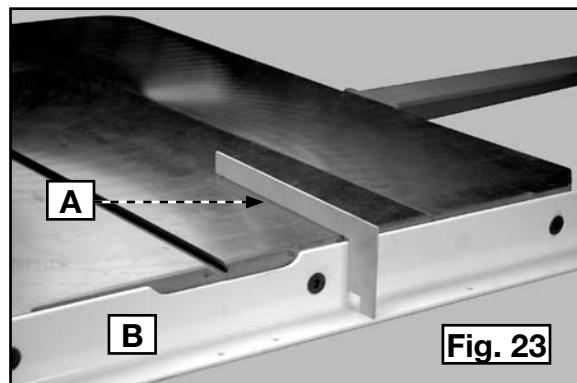

Fig. 23
- Utiliser le gabarit (A), fig. 23, fourni avec le système de guide pour vérifier le niveau du rail avant (B) aux deux extrémités de la table de scie. Visser solidement la boulonnnerie du rail de guidage.